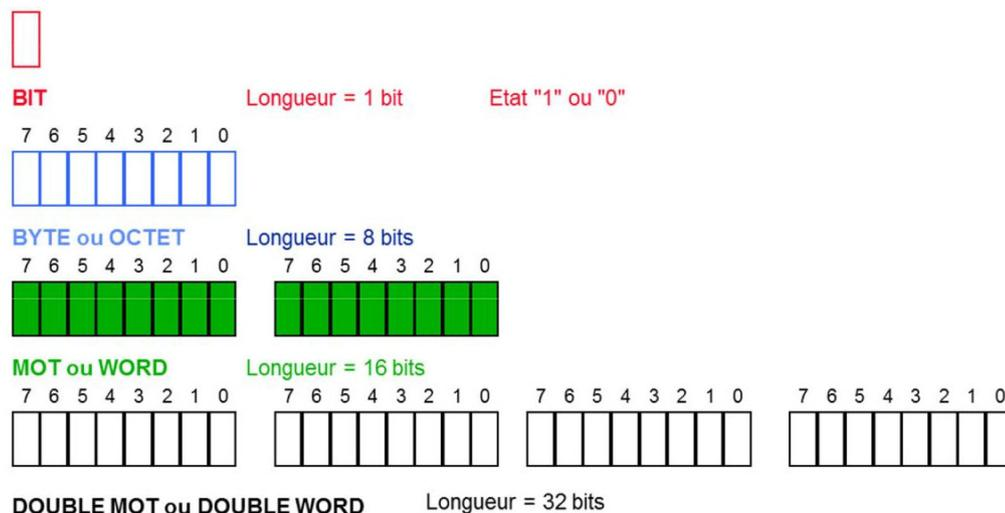

Figure 2.1 – Signification de la répartition des zones mémoires
- ✦ **Octet (ou byte)** : un byte est une unité de 8 bits. Il est utilisé par exemple pour regrouper les états logiques de 8 entrées ou de 8 sorties (voir Figure 2.1).